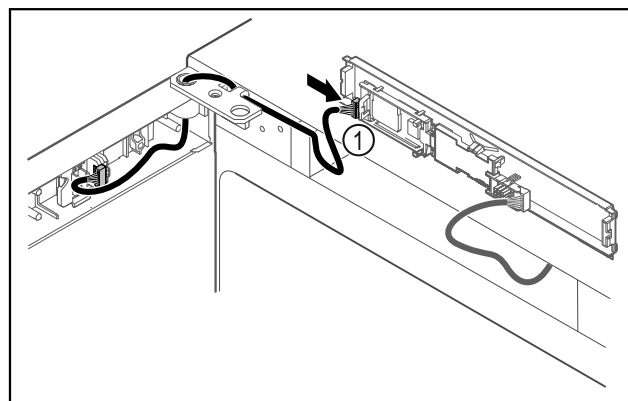

Fig. 44
- ▶ Stekker Fig. 44 (1) in printplaat steken.